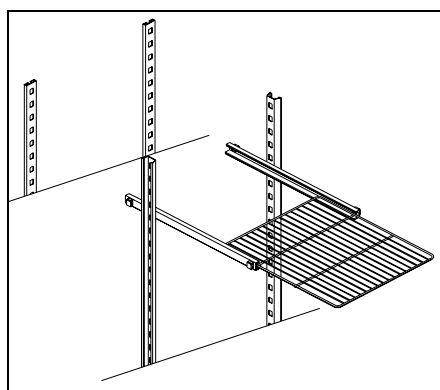
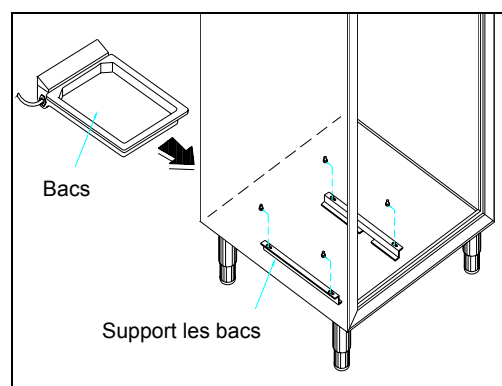

Fig. 2
Fig. 3 (voir ici-joint 13.2.4 .1)
- Installer les grilles à l'intérieur du bac, dans la position la plus conforme à l'utilisation, en les glissant dans les montants creux fixés au fond du bac et en mettant la clavette latérale dans l'endroit prévu à cet effet se trouvant sur les côtés ou sur les montants de la table (**Fig. 2**).
- Faire glisser les grilles à l'intérieur des supports comme illustré dans la **Figure 2**. Introduire dans les spéciales glissières, situées dans la partie inférieure du réfrigérateur, la cuvette déchargement vapeur et brancher le connecteur pour les machines qui ont une cuvette automatique (**Fig. 3**).